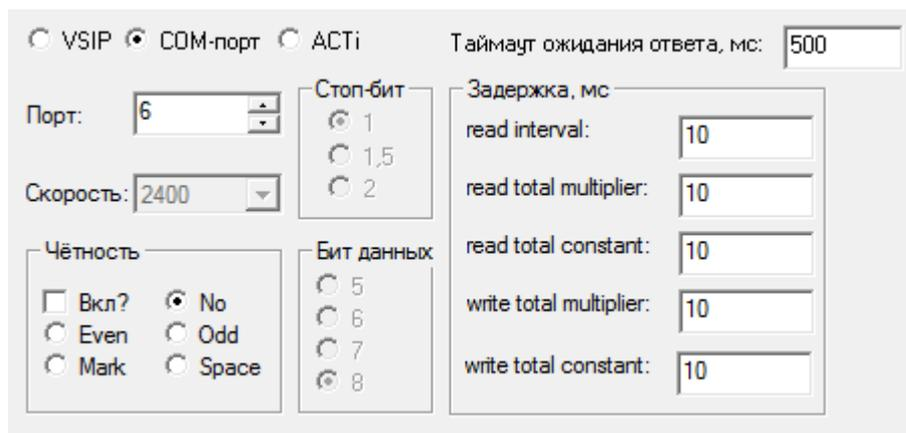

Рисунок 4 — Окно частных свойств элемента **Порт телеметрических приемников**, тип подключения **COM**
- При выборе способа установления связи через **COM** порт (рисунок 4):